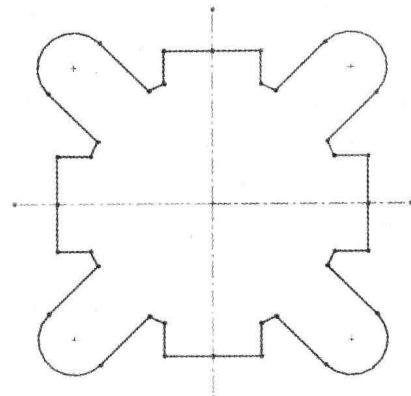

图 2-9 气缸体截面草图
**Step9** 退出草图并保存文件。单击“草图”工具栏中的“退出草图”按钮 $\square$ ，最终生成的草图如图 2-9 所示；单击“标准”工具栏中的“保存”按钮 $\text{Save}$ ，将文件保存为“气缸体截面草图.sldprt”。